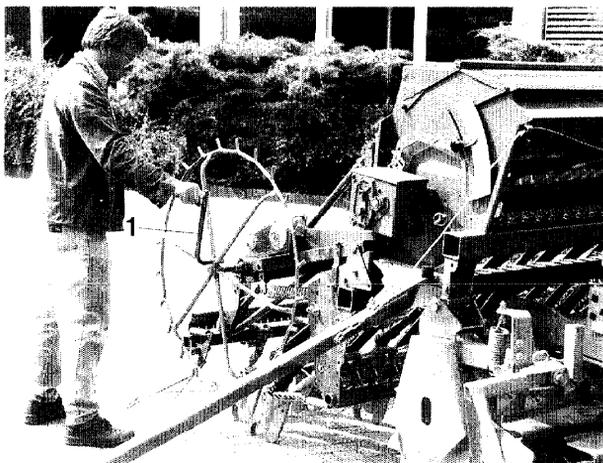
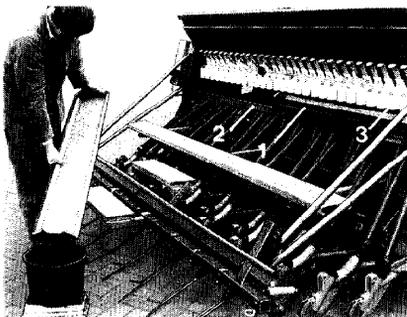

Fig. 38
Fig. 39
- Placer les augets d'étalonnage (fig. 39/1) sur la barre porte-entonnoirs (fig. 39/2).
- Introduire la manivelle (fig. 38/1) dans le logement de la roue d'entraînement et faire tourner la manivelle jusqu'à ce que le grain sorte de tous les carters de distribution (fig. 39/3). Remplir les augets (pour stabiliser le débit) puis les vider dans la trémie. Pour les graines fines, il n'est pas obligatoire de remplir les augets complètement, faire environ 200 tours de manivelle.
- Peser la quantité de grain recueillie (fig. 39) dans les augets d'étalonnage au cours du contrôle de débit.